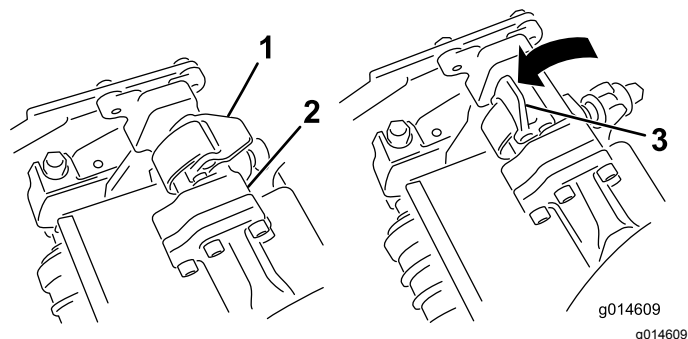

Figura 45
4. Com os fechos na barra do braço de suspensão a apontar para cima (i.e. abertos) (Figura 45), empurre o braço de suspensão para baixo de forma a que a barra passe pela barra através da parte superior da unidade de corte (Figura 46).
5. Feche os fechos para baixo e em redor da barra da unidade de corte e bloqueie-os no sítio (Figura 45).
5. Abra os fechos na barra do braço de suspensão da unidade de corte que está a remover (Figura 45).